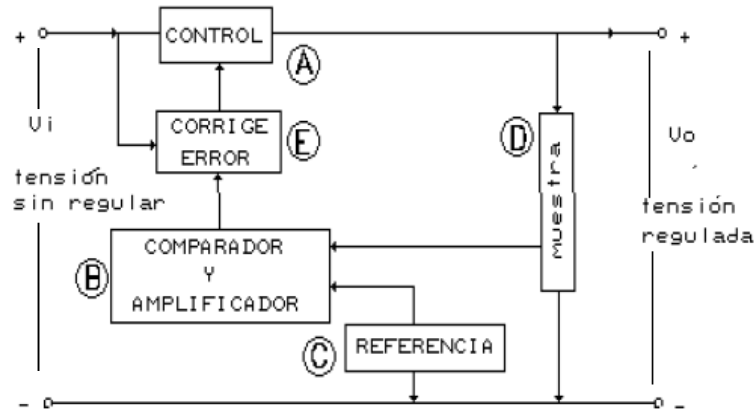
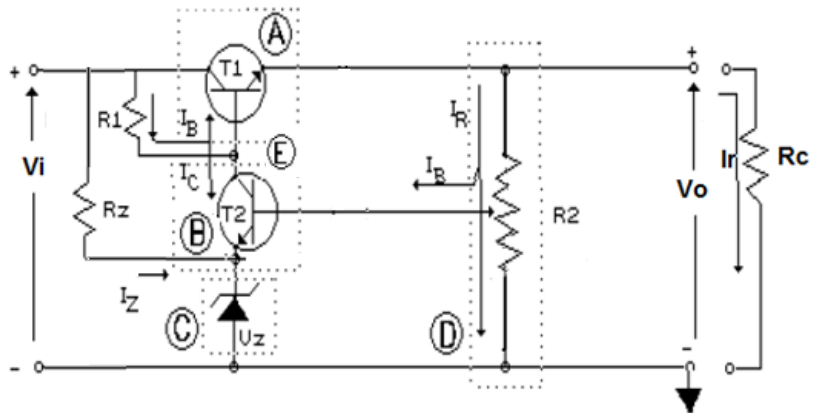

Figura 4: Esquema modular o Diagrama en Bloques del regulador serie
Figura 5: Circuito Regulador serie de 2 Transistores
Las fuentes de regulación serie emplean un transistor en serie con la carga. Esta regulación permite mejorar las características de tensión y corriente a la salida, siendo estos reguladores de mayor potencia que los reguladores paralelos. El esquema de operación básico y general se observa en la figura 4. Un Diagrama en Bloques muestra cómo funciona el regulador.
Una muestra de la tensión de salida (D) y otra de referencia (C) son comparadas en el bloque (B). El resultado actúa sobre el bloque de error (E) que corrige la etapa de Control (A) estabilizando la tensión de salida por aumento o disminución de la corriente de circulación a través de la carga. La figura 5 muestra un circuito básico de regulación serie. Todos los bloques presentados en la figura 4 están presentes.